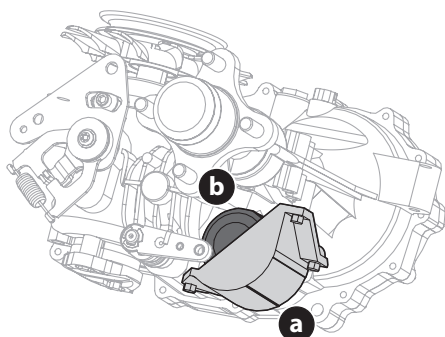

Fig. 26
3. Si es necesario, realice lo siguiente para reemplazar el filtro de aceite (Fig. 26):